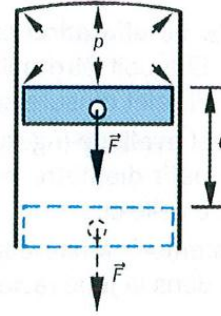

Figure 5.15 • Force : $F = pS$.
– le **déplacement** de la force permet au moteur d'accomplir un travail (figure 5.15) : $W = F\ell$